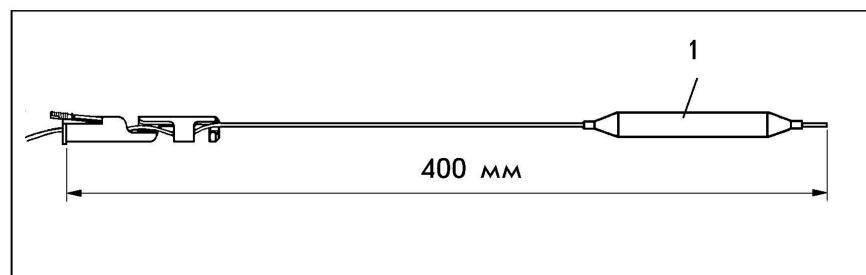

Рис.19
- При срабатывании предохранительного ограничения температуры необходимо заменить регулятор температуры. Затем с помощью кнопки возврата вернуть предохранительный ограничитель температуры в рабочее состояние. Следует соблюсти глубину погружения шупа регулятора температуры (см.рис.19).